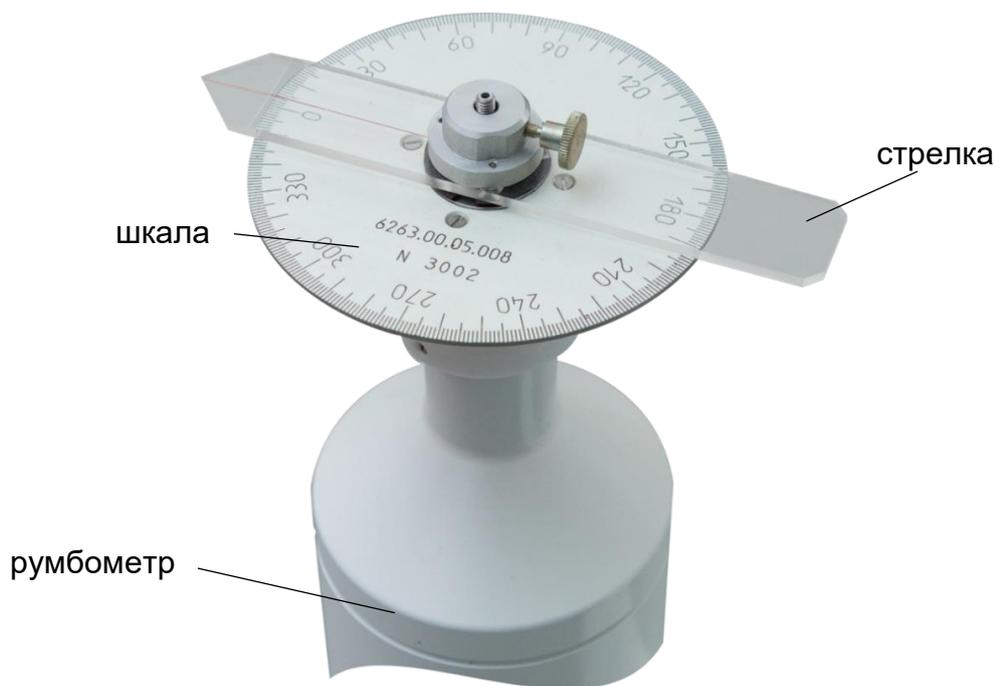

Рисунок 2.10 – Установка приспособления для проверки канала измерения направления ветра
- устанавливают шкалу приспособления для проверки канала измерения направления ветра на корпус румбометра (рисунок 2.10);
- устанавливают стрелку приспособления для проверки канала измерения направления ветра на ось румбометра (рисунок 2.10);